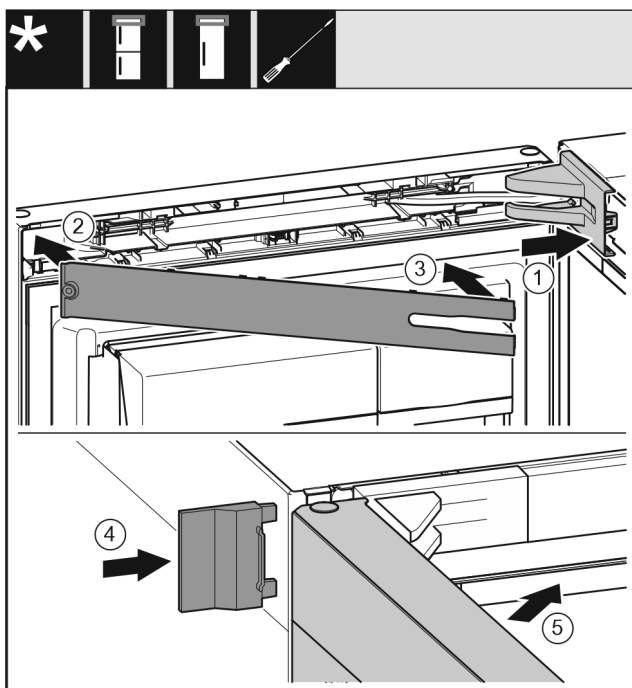

Fig. 51
- Applicare la copertura del blocco di supporto e innestarla, se necessario premere con cautela. Fig. 51 (1)
- Applicare il pannello. Fig. 51 (2)
- Ruotare verso l'interno il pannello e innestarlo. Fig. 51 (3)
- Spingere la copertura esterna. Fig. 51 (4)
- Chiudere la porta superiore. Fig. 51 (5)